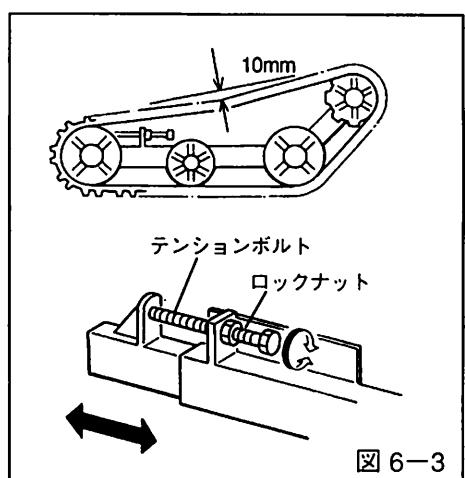

図 6-3
クローラの張りは、中央部においてタワミ量が10mmを標準とします。(図6-3参照) 調整の必要がある場合には、次の手順に従ってください。
1. ロックナットを緩めます。(図6-3参照)